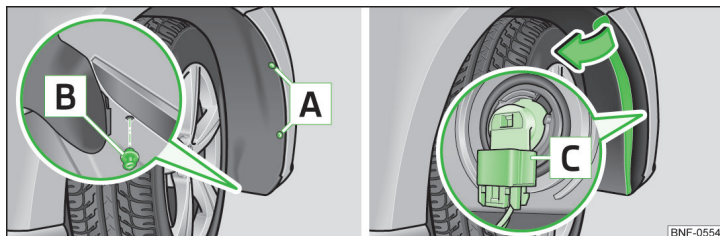

Bild 132 Glödlampa till dimstrålkastare
- › Med skruvmejseln från verktygssatsen ska du skruva loss skruvarna **A** » bild 132 ur hjulhuspanelen.